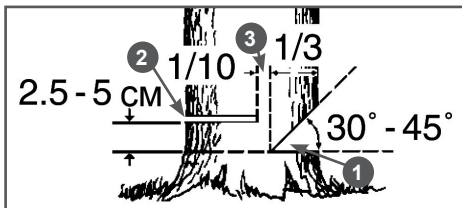

Рис. 11 Расположение запила, пропила и недопила
8. Выберите направления падения дерева, для этого следует учесть силу и направление ветра, естественный наклон дерева, равномерность распределения веток в кроне дерева. Начните пилить с той стороны дерева, куда оно должно упасть (Рис. 11).
Ни в коем случае не допиливать до конца недопила (3) Рис. 11, так как вы не сможете контролировать направление падения дерева.